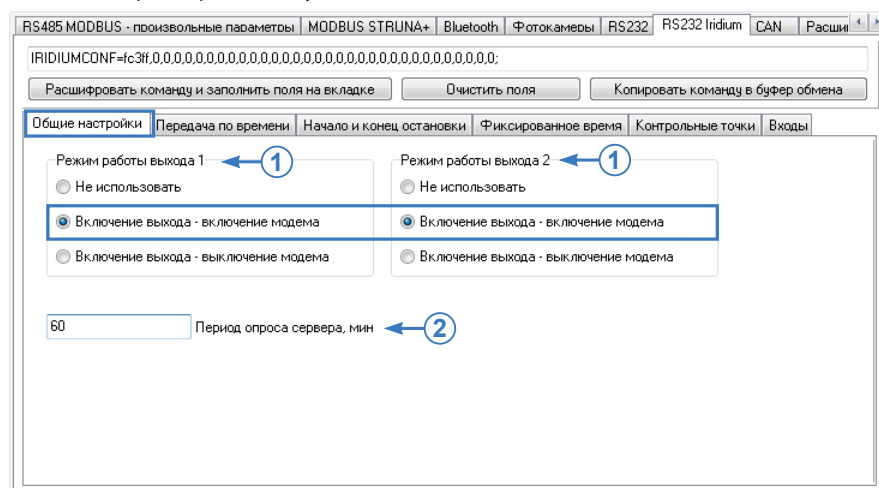

Рис.3. Общие настройки.
Перейдите на вкладку «Общие настройки» для выбора цифрового выхода контроллера «АвтоГРАФ», при помощи которого будет осуществляться управление устройством «iSat-IR» (Рис.3).
Для управления модемом возможно использование любого цифрового выхода контроллера. Выберите выход и настройте способ управления, в зависимости от схемы подключения выхода контроллера ко входу 6 (6 – «On/Off Control») платы согласования (Рис.3, п.1):
- контроллер может самостоятельно подключаться к серверу с заданным периодом и загружать доступные данные. Дополнительный период подключения к серверу может быть использован, если контроллер передает данные на сервер с большим периодом. Для того чтобы контроллер «АвтоГРАФ» самостоятельно подключался к серверу для приема данных, доступных для загрузки, необходимо задать ненулевой **«Период опроса сервера, мин»** (Подробнее см. раздел «Принцип работы»). Период должен быть задан в минутах. Нулевой период отключает опрос сервера (Рис.3, п.2).